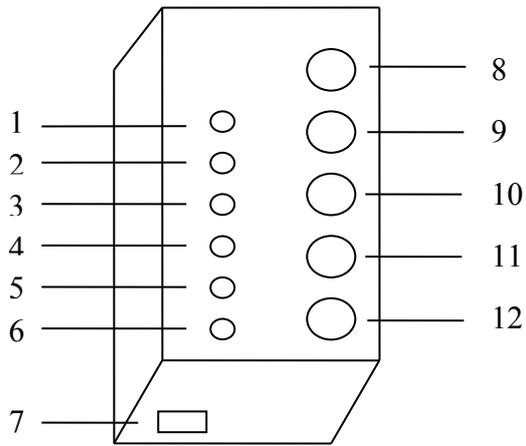
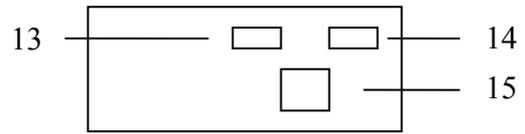

图1 比色箱前视图
图2 比色箱后视图
□□JSB-5A型电脑多元素分析仪各部件示意图见图1、图2所示